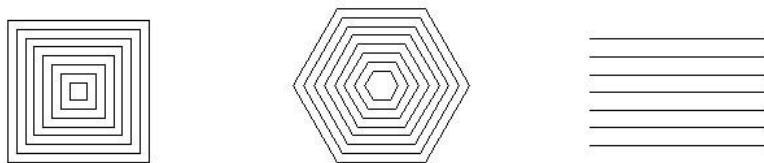

图 2-52 偏移图形
③偏移。通过指定距离或指定通过点来偏移复制图形对象，可画同心圆、并行线等，如图 2-52 所示。